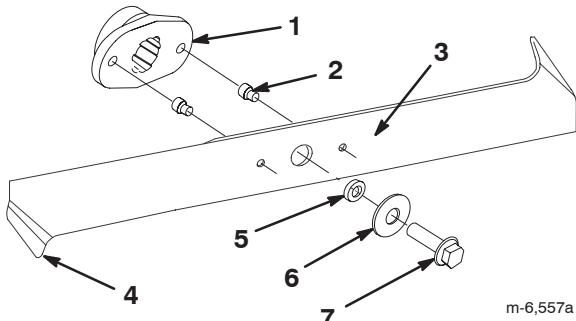

Figure 35
2. Inspectez les tranchants des lames (Fig. 35). Si elles ne sont pas tranchantes ou si elles présentent des indentations, déposez et aiguisez les lames (voir Aiguisage des lames, page 33).
3. Inspectez les lames, surtout les bords recourbés (Fig. 35). Si vous remarquez que les lames sont usées ou endommagées à cet endroit, remplacez-les immédiatement.
4. Si les goupilles de cisaillement sont cassées, remplacez-les immédiatement (Fig. 35).
3. Enlevez les boulons, les rondelles et les lames (Fig. 35). Pour enlever chaque boulon, bloquez la lame en introduisant une cale en bois entre la lame et le carter de tondeuse.
1. Installez les lames, les rondelles et les boulons de lames (Fig. 35).